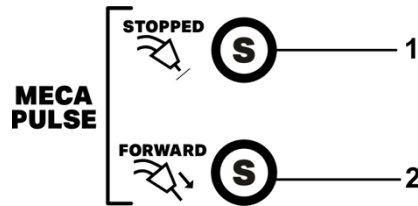

Fig. 7
- Quando selecionado, permite soldar em modo Mecapulse. A velocidade do motor de arrasto oscila entre dois valores STOPPED (1-Fig.7) e FORWARD (2-Fig.7) durante o tempo selecionado, permitindo soldar peças com gap sem projeções e distorções. Substitui com vantagens o modo pulsado eletrônico.